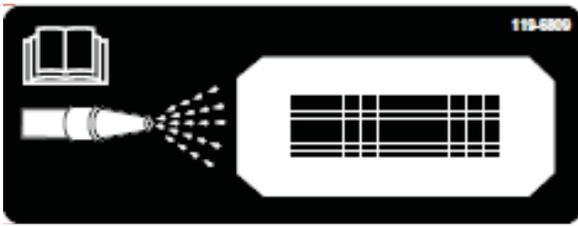
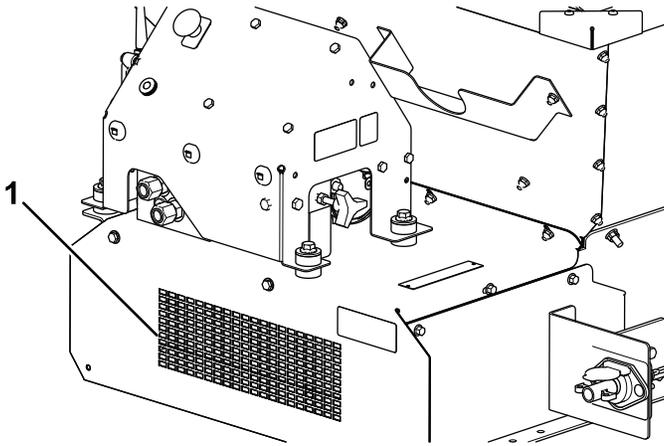

Figura 61
Figura 62
- Localice la pegatina de limpieza de la parte delantera de la máquina (Figura 61) y, con una manguera de jardín, pulverice a través de la rejilla delantera hasta eliminar cualquier resto de material del suelo interior (Figura 62).